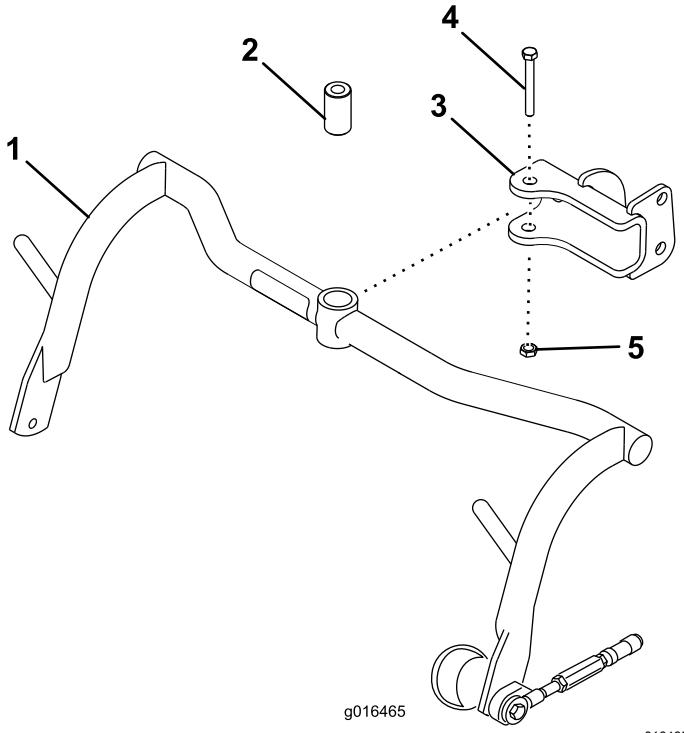

Рисунок 8
1. Закрепите узел несущей рамы в каждой вилке, используя проставку, болт ($\frac{1}{2} \times 3\frac{1}{4}$ дюйма) и контргайку ($\frac{1}{2}$ дюйма); см. Рисунок 8. Затяните с моментом от 91 до 113 Н·м.